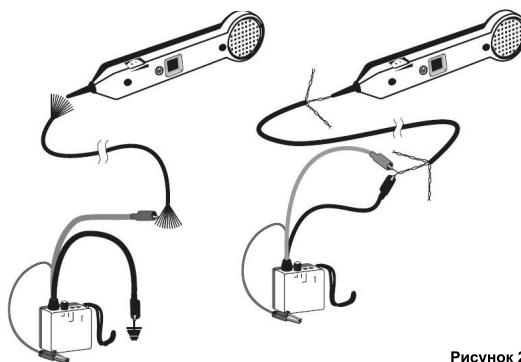

Рисунок 2
1. Присоедините тестовые провода с зажимами «крокодил» тонального генератора к отслеживаемой паре. В случае одного проводника красный зажим «крокодил» присоедините к отслеживаемому проводнику, а черный зажим «крокодил» — к заземлению либо к клемме "земля" кросса (оборудования) (см. рисунок 2).
Присоедините модульный шнур с разъемом RJ12 или тестовые провода с зажимами «крокодил» тонального генератора к отслеживаемой паре. В случае одного проводника красный зажим «крокодил» присоедините к отслеживаемой жиле, а черный зажим «крокодил» — к заземлению или к клемме "земля" кросса (оборудования) (см. рисунок 2). Переключите тумблер в положение "TONE". Нажмите на щупе кнопку ВКЛ/ВЫКЛ.